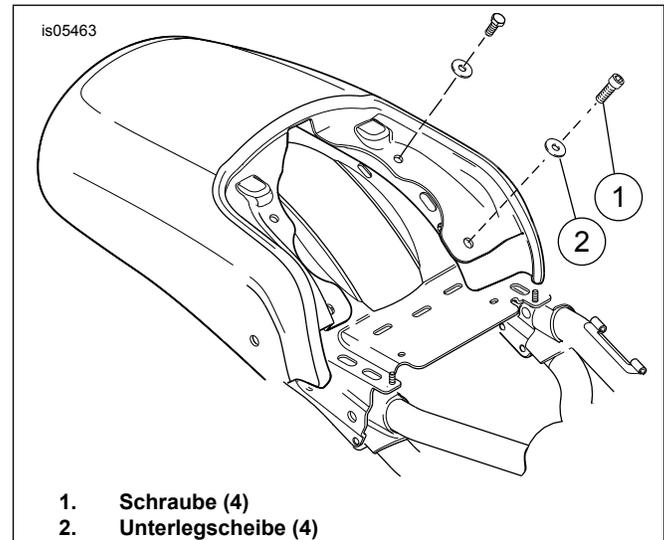

Abbildung 1. Schutzblech-Befestigungsschrauben
1. Siehe Abbildung 1. Die vier Hinterradschutzblech-Befestigungsschrauben (1) und Unterlegscheiben (2) abmontieren. Nach Bedarf das ECM verschieben, um Zugang zu den vier Schutzblech-Befestigungsschrauben zu erhalten.
16. Siehe Abbildung 1. Vier Schutzblech-Befestigungsschrauben (1) und Unterlegscheiben anbringen. Auf ein Drehmoment von 20–26 N·m (15–19 ft-lbs) anziehen.